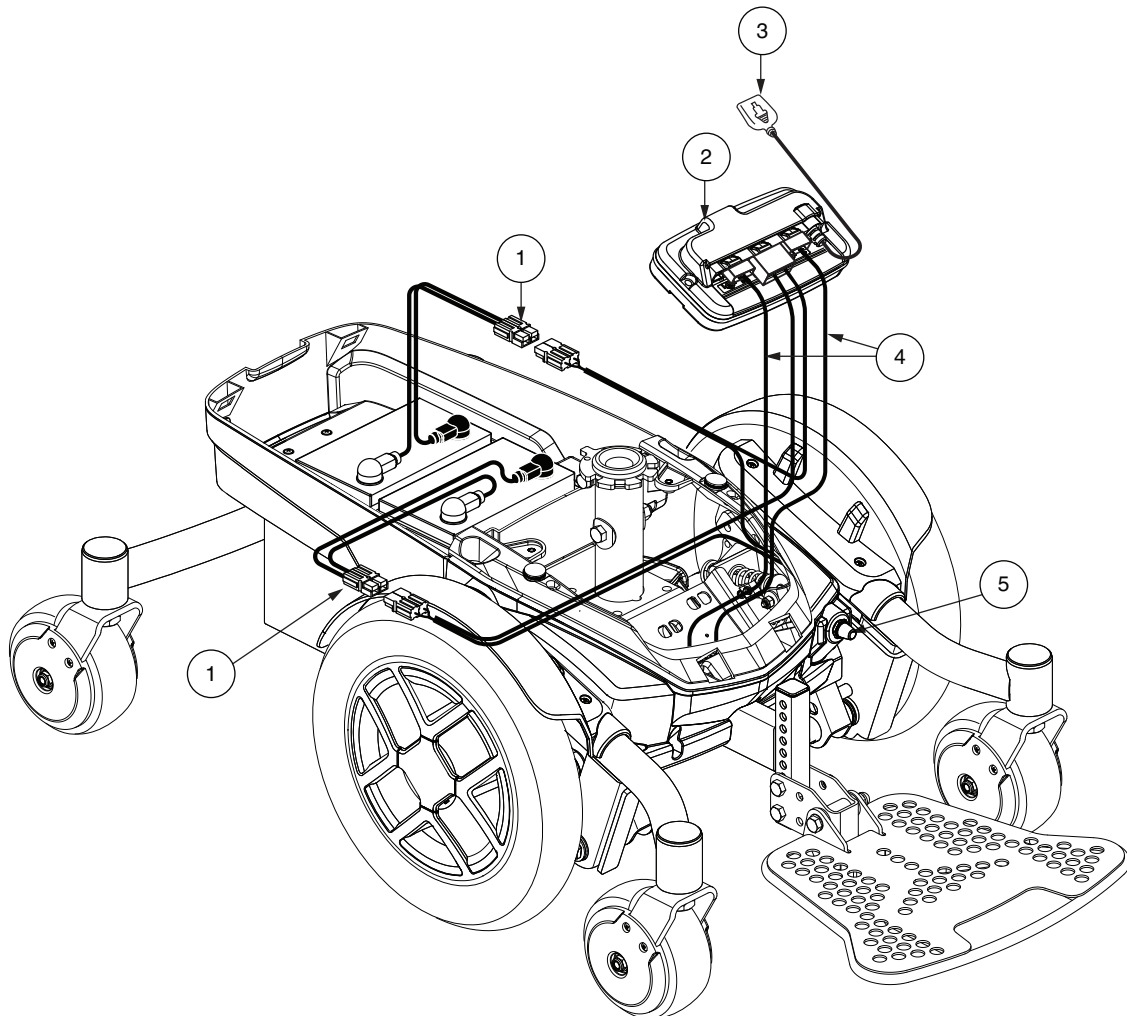

Figure 4. Jazzy EVO 613 avec batteries SLA composants électriques
Les composantes électroniques sont situées soit à l'intérieur ou à l'extérieur de la base motorisée. Le disjoncteur du circuit principal est situé sur le devant de la base motorisée. Le module d'alimentation est sous le capot avant. Voir les figures 4 et 5.
4. Branchez le câble du contrôleur dans le connecteur sur la base motorisée. Voir le figure 4 ou 5.